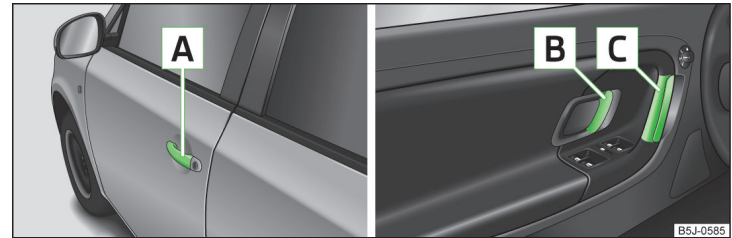

Abb. 28 Türgriff/Türöffnungshebel
- Das Fahrzeug entriegeln und am Türgriff A » Abb. 28 der jeweiligen Tür ziehen.